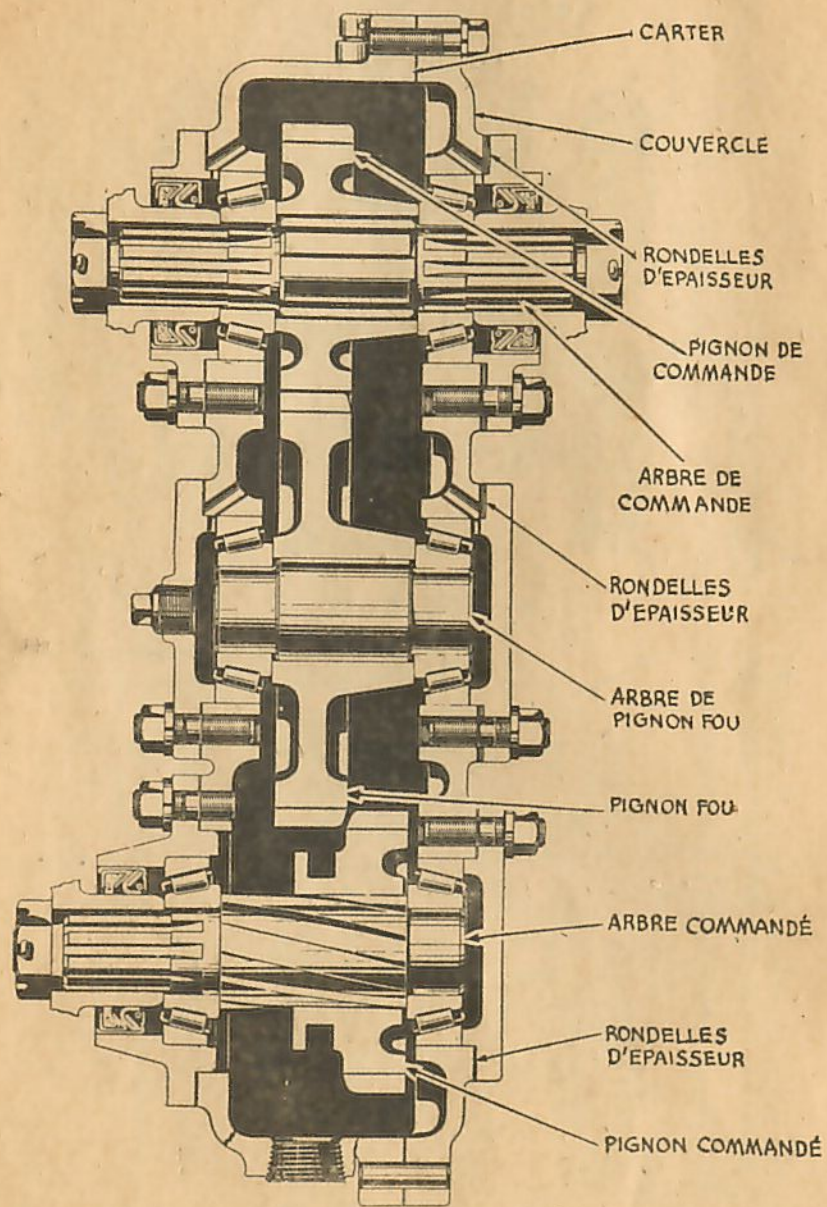

Fig. 22. — Vue en coupe de la boîte de transfert (véhicules 3/4 T. 4 × 4).
b) 3/4 T. 4 × 4 (fig. 22). — La boîte de transfert des véhicules 3/4 T. 4 × 4 diffère de celle des véhicules 1 1/2 T. 6 × 6 par les points suivants :